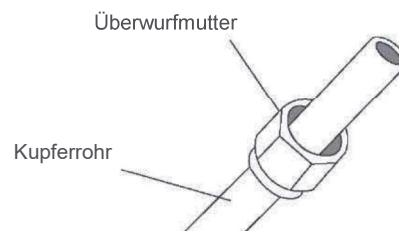

Abb. 7.7
3. Platzieren Sie die Muttern an beiden Enden des Rohres. Vergewissern Sie sich, dass sie in die richtige Richtung zeigen, Sie können sie nach dem Bördeln nicht mehr ändern. Siehe Abb. 7.7